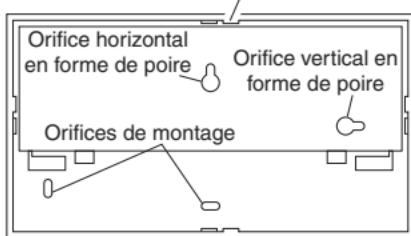

Figure 2 - Arrière du carillon
2. Retirez le boîtier du carillon. Au moyen d'un petit tournevis, repoussez les languettes du socle, puis enlevez le couvercle (voir la Figure 2). *Note : Pour enlever le couvercle une fois le socle fixé au mur, agrippez fermement le couvercle, puis tirez.*